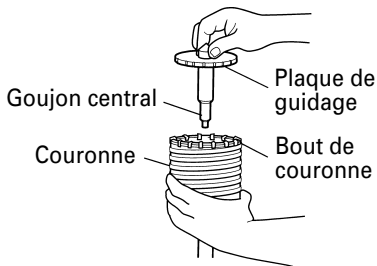

Fig. 15
- Engager la plaque de guidage dans la couronne et tourner la plaque de guidage à gauche ou à droite de manière à ce qu'elle ne puisse pas tomber, même si elle est orientée vers le bas. (Fig. 15)